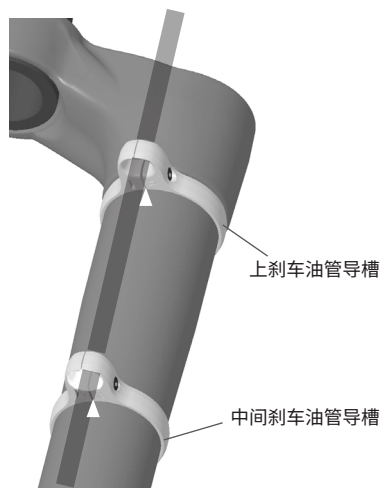

图 15: 刹车油管导槽的定位
3. 拆除中间和上刹车油管导槽上的两个螺钉。中间刹车油管导槽标有“M”, 直径略小于标有“U”的上刹车油管导槽。将刹车油管穿入各导槽开口。暂时拧回螺钉, 不要拧得过紧(图 15)。
4. 调整中间油管和上油管导槽位置, 使其底部开槽与前叉上每个激光刻印箭头对齐(图 15 白色箭头示意)。使用 2.5 mm 六角钻头和扭矩扳手将螺钉拧紧至 0.9 N.m (8 in-lb)。